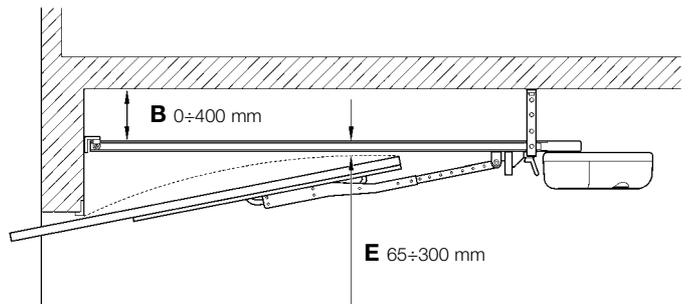

Figura 9
- Si la puerta que se ha de motorizar es basculante Controlar que la cota [E] de la Figura 9, es decir la distancia mínima entre el lado superior de la guía y el punto máximo alcanzado por el borde superior de la puerta. Si así no fuera no puede instalarse el GD1.